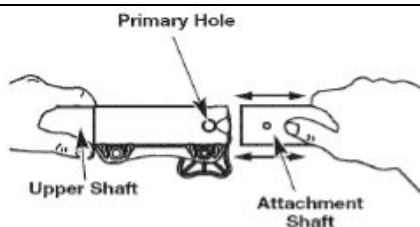

Рис. 4
Кнопка фиксатора должна защелкнуться в основном отверстии (Рис. 4).
3. Придерживая косу или другое навесное оборудование, извлеките его из универсальной муфты (Рис. 4).